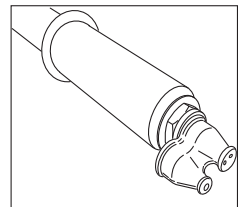

Figura 8.
1. Determine qué patrón de rocío desea. La boquilla tiene la opción de un sólo orificio para un patrón de chorro o la opción de dos orificios para un patrón de abanico. **Ver Figura 8.**